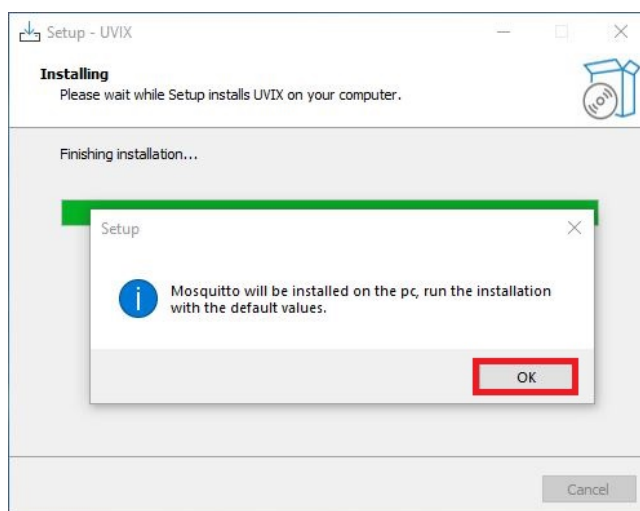

Figura 4.4: installazione Fast Mode
4. Cliccare su "Ok" per confermare l'installazione del Fast Mode, figura 4.4.